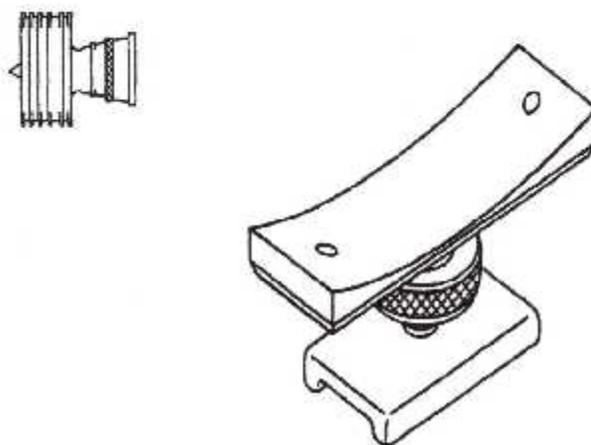
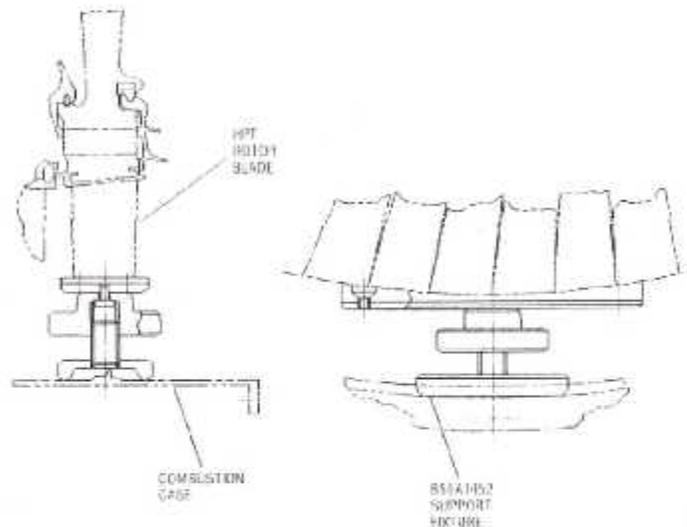

Fig. III. 93 : Support, 856A1452G02.
Fig. III. 94 : Séparation du carter HPT/1 étage LPT du support, 856A1452G02.
- e. On sépare l'ensemble du carter HPT/premier étage stator LPT de **support fixture, 856A1452G02**, (fig. III. 93 et. fig. III. 94). comme suit
- On installe le **support, 856A1452G02**, à la position 5:00 et 7:00 heures entre le carter de la chambre de combustion et le rotor. (voir. Fig. III. 94).